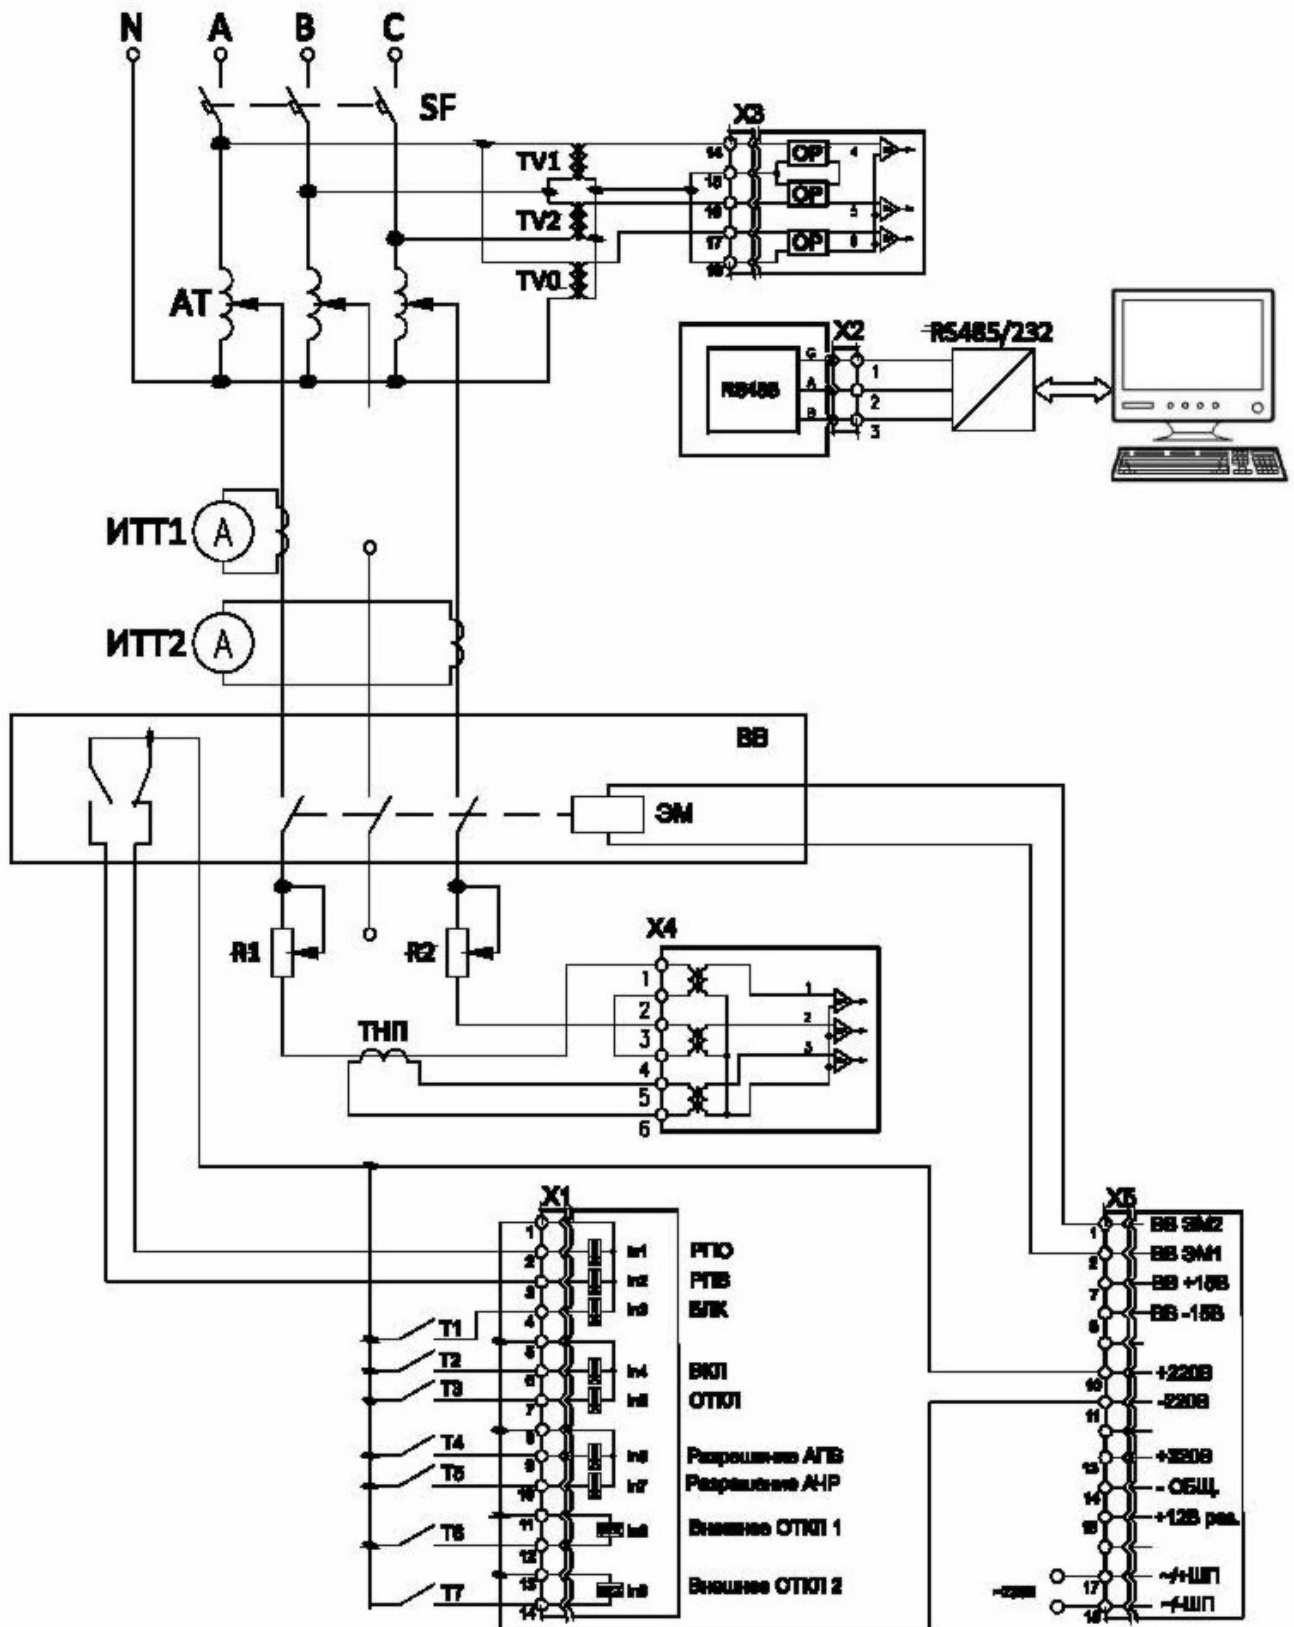

Рисунок 4. Схема испытания БУ
- проверить соответствие схемы испытаний, рисунок 4;